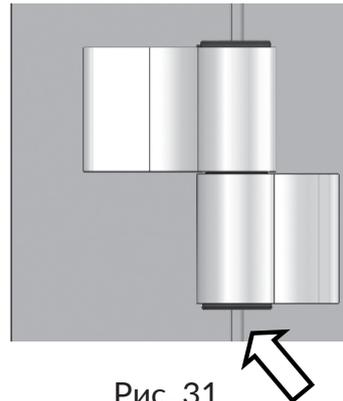

Рис. 31
16.5 Установить пластиковые крышки на рамные полупетли (Рис. 31).